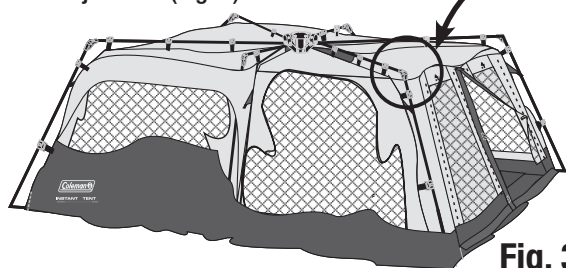

Fig. 3
- Déplier les jonctions se trouvant aux coins et sur les côtés de la tente. (Fig. 3 and 4)